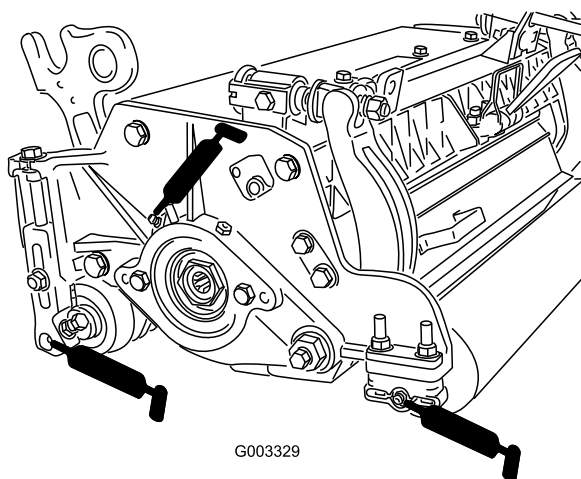

Figure 22
Chaque plateau de coupe comporte (6) graisseurs (Figure 22) qu'il faut lubrifier régulièrement avec de la graisse universelle au lithium N° 2.